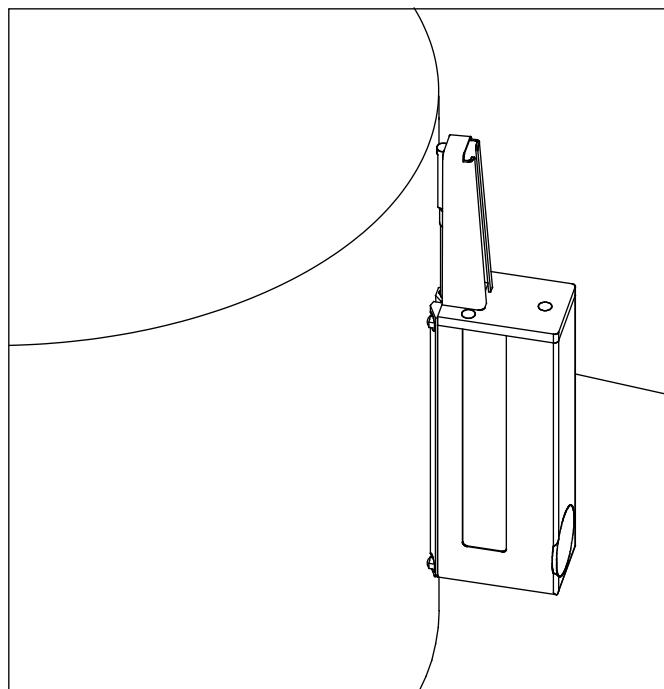

Fig. 10
- La unidad de avance se sitúa manualmente sobre una superficie vertical. En función de la tarea de medición de que se trate, esta puede colocarse vertical (véase fig. 10) u horizontalmente.